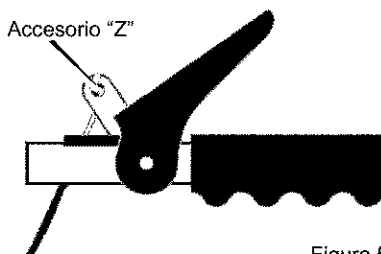

Figura 59
**Para asegurarse de que estén bien ajustados, suelte el accesorio "Z" en la palanca de propulsión (Figura 59).**
5. Desconecte el **accesorio "Z"** de la **palanca de propulsión** (Figura 59).
11. Instale el **gancho "Z"** en la **palanca de propulsión** (Figura 59).